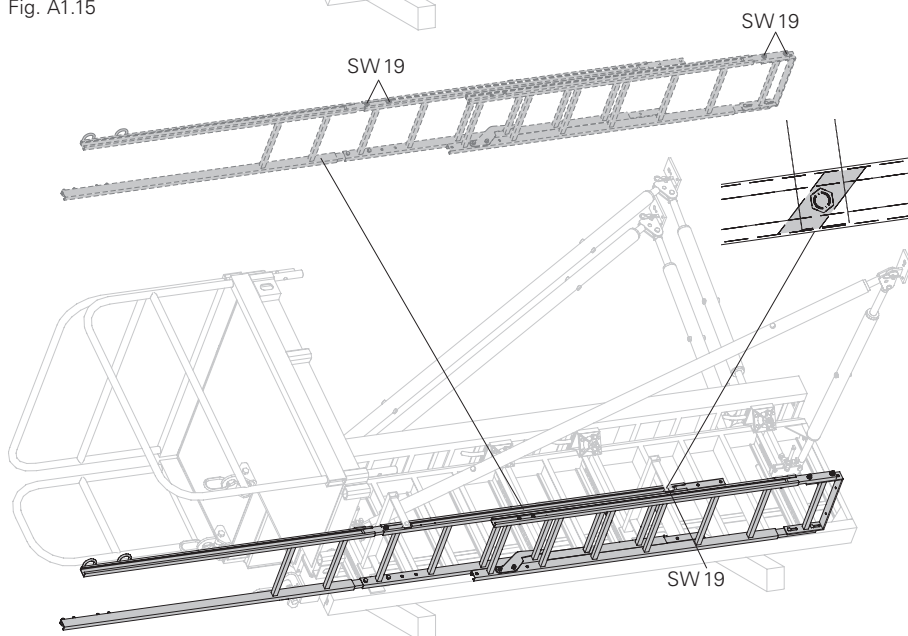

Fig. A1.16
- Montare la base scala e i ganci scala sulla scala più bassa, SW 19. (Fig. A1.16)